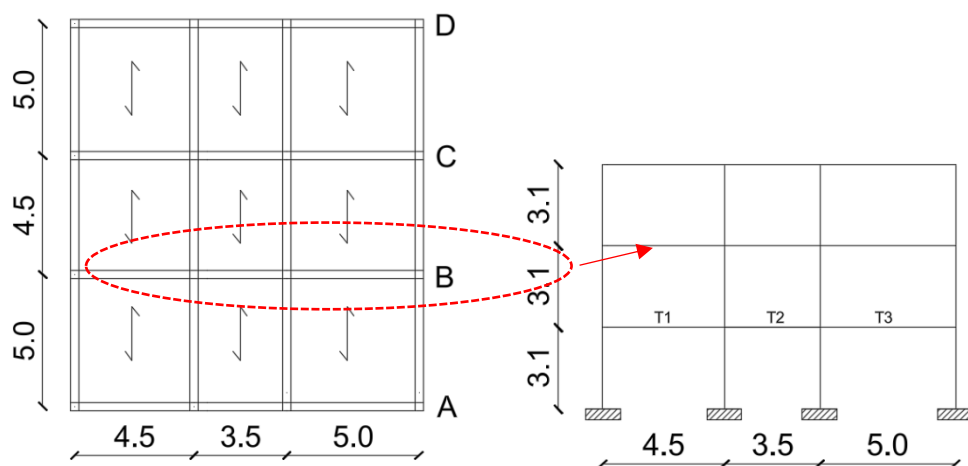

Figura 1. Pianta e schema telaio (le misure sono in metri)
In figura 1 sono rappresentati la pianta e lo schema di massima di uno dei telai (Telaio B) appartenenti ad un edificio di due piani + copertura (accessibile per sola manutenzione) con struttura intelaiata in c.a., situato in zona sismica (Benevento) e destinato a civile abitazione.
- Il progetto dell'armatura longitudinale (flessione) della trave T1 del primo impalcato del telaio evidenziato dal rettangolo tratteggiato in Figura 1 (calcolo/verifica e bozza della distinta delle armature);
- Il progetto dell'armatura trasversale (taglio) della trave T1 del primo impalcato del telaio evidenziato dal rettangolo tratteggiato in Figura 1 (calcolo/verifica e bozza della distinta delle armature);